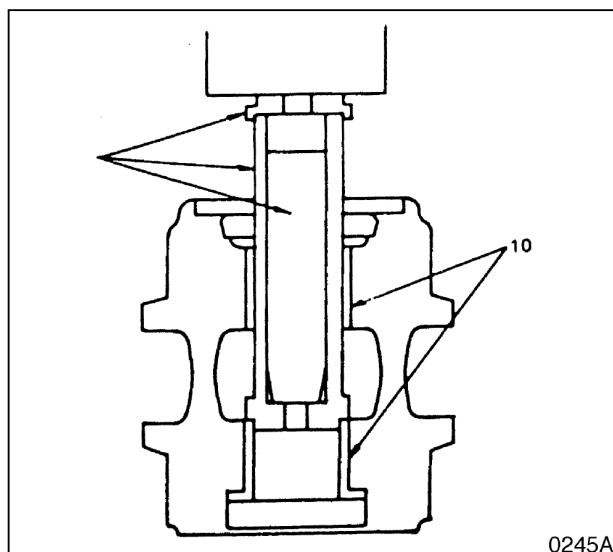

Рис. 44
5. Отделите вкладыш (10, рис. 44) от катка с помощью прессы и специального инструмента (ST – 1919).